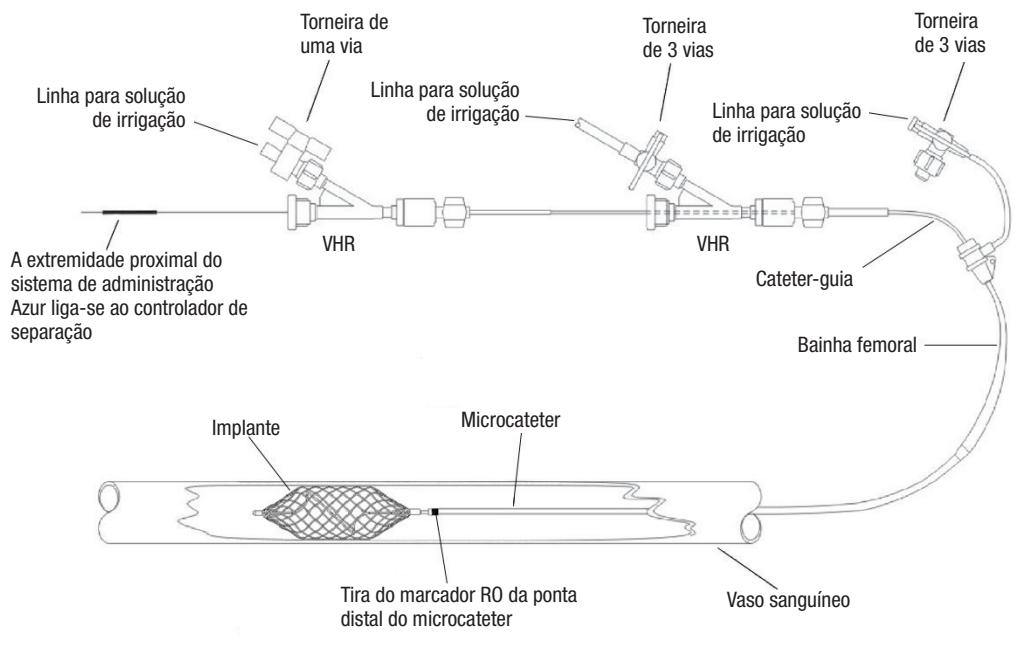

Figura 1 – Diagrama de configuração do sistema Azur
- Consulte na Figura 1 o diagrama de configuração.